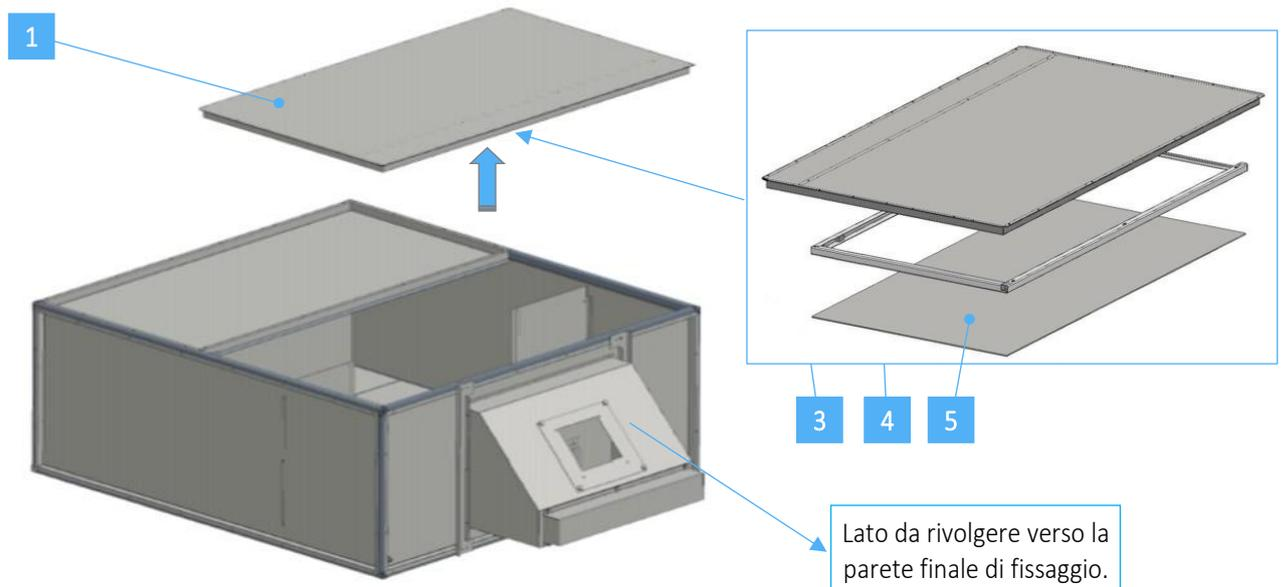

Fig. 5 Rimozione del coperchio superiore
- Effettuare l'assemblaggio in prossimità della parete su cui successivamente verrà installato l'apparato, posizionando il lato della dark box con il prisma verso la parete stessa (Fig. 5).